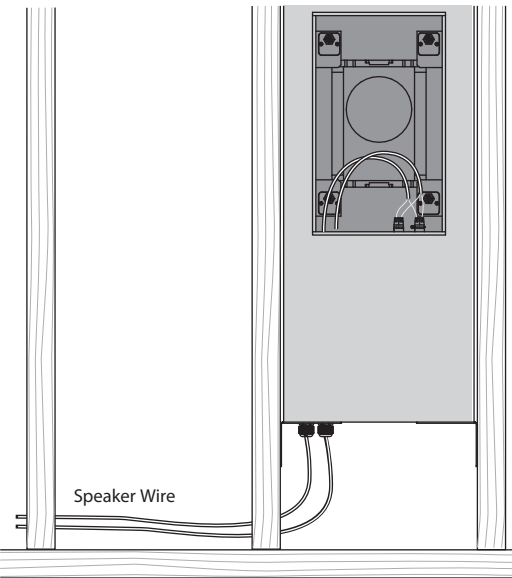

Abb. 4. Installation des Lautsprecherkabels an der hinteren Dose
2. Installieren Sie das Lautsprecherkabel durch eine der Kabelverschraubungen und lassen Sie genügend Spielraum, um die Verbindungen herzustellen (Abb. 4). Ziehen Sie die Kabelverschraubung fest und binden Sie das Lautsprecherkabel fest, damit es sich im Betrieb nicht bewegt und klappert. Achten Sie darauf, dass das Lautsprecherkabel nicht mit Nägeln oder Schrauben in Berührung kommt, die die Isolierung beschädigen könnten. Eine zweite Kabelverschraubung wird mitgeliefert, um die Installation eines zweiten Lautsprecherkabelverlaufs zu ermöglichen.